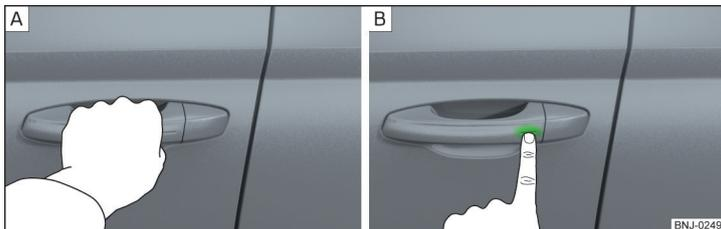

Fig. 31 Destrancar o veículo / trancar o veículo
- > Agarrar a maçaneta da porta para **destrancar** » Fig. 31 - **A** o veículo.
- > Tocar o sensor na maçaneta da porta com o dedo para **trancar** » Fig. 31 - **B** o veículo.